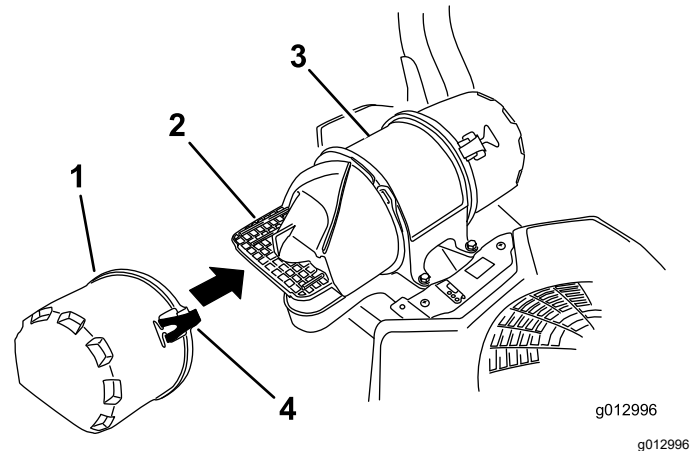

Figura 59
3. Abra los cierres del limpiador de aire y tire de la tapa de la entrada de aire para separarla del cuerpo del limpiador de aire (Figura 59).
5. Instale la tapa de la entrada de aire y sujétela con los enganches (Figura 59).